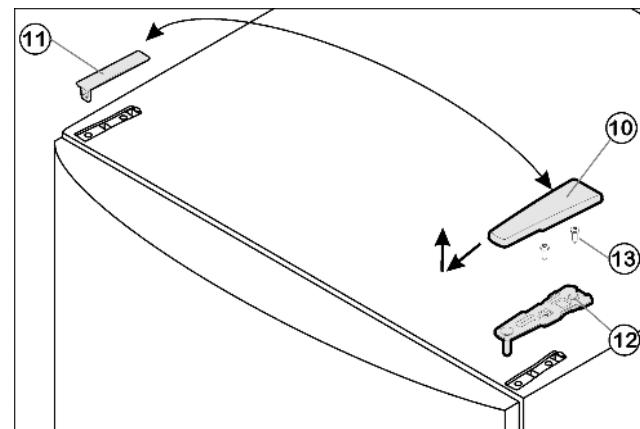

Fig. 4
- ▶ Потяните крышку Fig. 4 (10) вперед и вверх.
- ▶ Снимите крышку Fig. 4 (11).
- ▶ Открутите верхний опорный кронштейн Fig. 4 (12)(2 шт. Torx® 25) Fig. 4 (13) и вытяните вверх.
- ▶ Установите верхний опорный кронштейн *Fig. 4* (12) на новой стороне шарнира и защелкните в дверце.
- ▶ Прикрутите верхний опорный кронштейн *Fig. 4* (12) (**с моментом 4 Нм**) (2 шт. Torx® 25) *Fig. 4* (13). При необходимости проделайте отверстия или используйте аккумуляторную отвертку.
- ▶ Защелкните крышку *Fig. 4* (10) и крышку *Fig. 4* (11) на противоположной стороне.